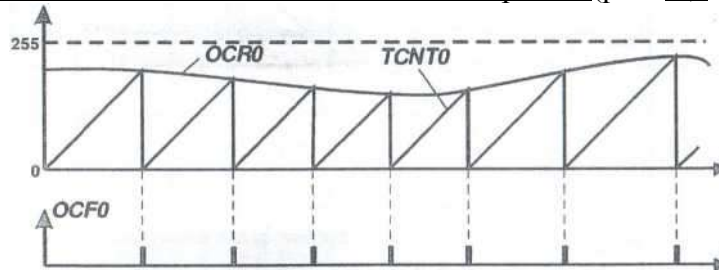

Рис. 3. Режим работы CTC (clear to compare-очистка при совпадении) таймера T0
В режиме фазового ШИМ счетный регистр TCNT0(2) формирует пилообразный сигнал развертки с нарастающим и спадающим фронтами. Сначала регистр инкрементирует свое значение от 0 до 255, а затем происходит его декремент от 255 до 0 (рис. 3, а).
Если при превышении значения, содержащимся в счетном регистре TCNT0(2), значения, содержащегося в регистре сравнения OCR0(2) происходит обнуление вывода OC0(2) таймера, то ШИМ является неинвертирующим (рис.3, б). В противном случае ШИМ - инвертирующий (рис. 3, в).
В нормальном режиме работы счетный регистр TCNT0 изменяется от 0 до 255 и далее продолжает счет. В режиме «очистка при совпадении» значение уставки записывается в регистр OCR0. Когда значение счетного регистра TCNT0 доходит до уставки OCR0, регистр TCNT0 автоматически очищается, а таймер - перезапускается. Этот режим очень удобен при необходимости периодического выполнения каких-либо операций (рис. 3).